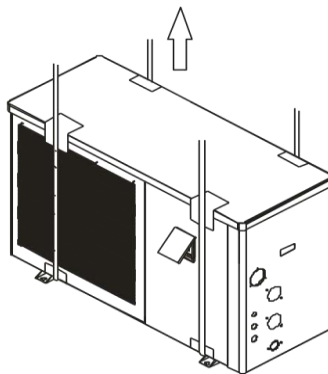

Abbildung 6 Hebediagramm
- Bitte verwenden Sie vier oder mehr weiche Hebegurte, um die Geräte zu transportieren (**Abbildung 6**).